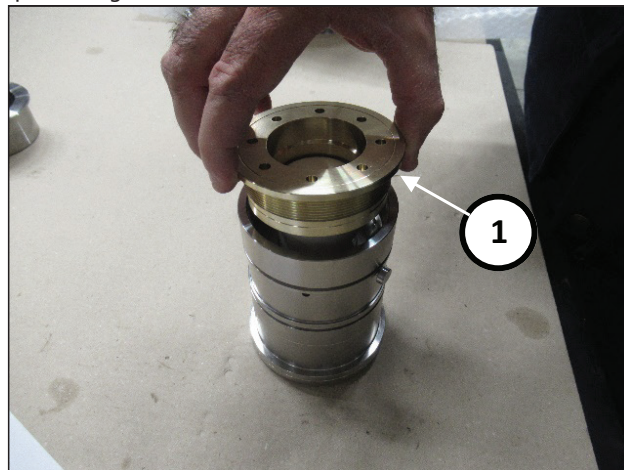
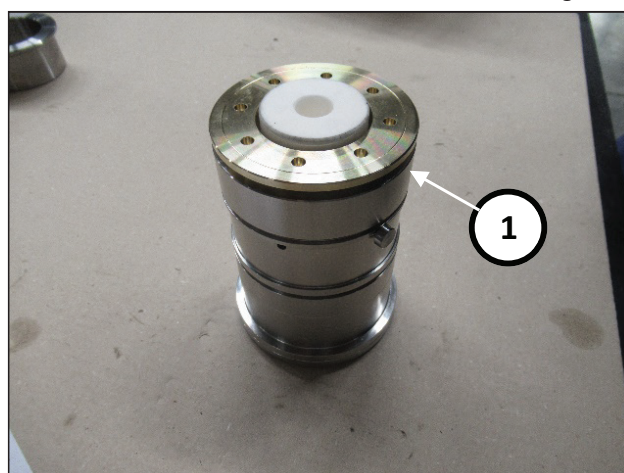

Fig. 186
Fig. 187
Retire o tampão interno e o anel externo da ferramenta cód. 27945400 e aperte o suporte do vedante com o vedante de baixa pressão e o O-ring (pos. ①, Fig. 186) até o batente (pos. ①, Fig. 187)